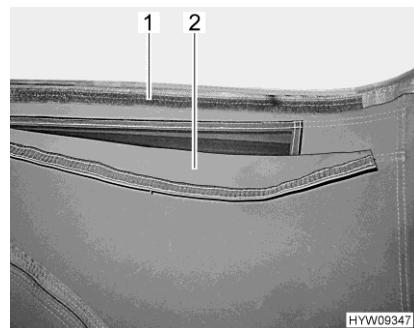

Fig. 33 Aerazione (aperta)
- Portare verso l'alto la membrana in tessuto (Fig. 33,2) e spingerla sulla parte in velcro (Fig. 33,1).